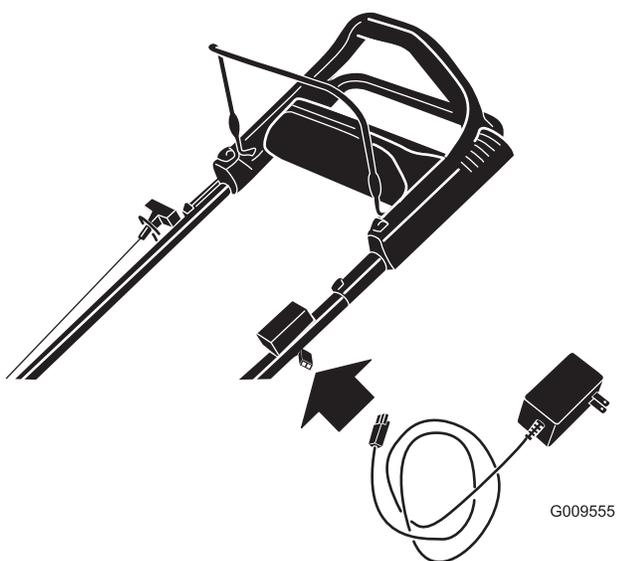

Figura 25
1. Conecte el cargador al arnés de cables de la máquina, situado debajo del arrancador eléctrico (Figura 25).